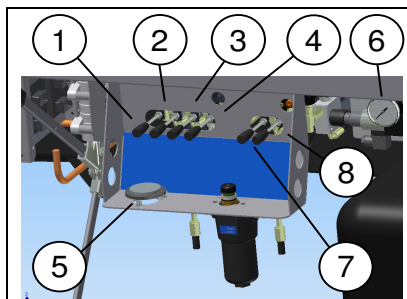

fig. 4.3.4
- Faire sortir les traverses du côté ou des côtés souhaités (*pos. 7-8 fig. 4.3.4*)
- Faire descendre les stabilisateurs en actionnant les leviers de façon alternée (*pos. 1-2-3-4, fig. 4.3.4*). Les actionnant vers le bas pour faire sortir les stabilisateurs et vers le haut pour les faire rentrer. Faire sortir complètement les stabilisateurs afin de soulever le porteur et libérer complètement les suspensions.
- Observer le niveau à bulle (*pos. 5, fig. 4.3.4*) situé sur le côté par rapport aux commandes des stabilisateurs et mettre parfaitement à niveau le véhicule en actionnant les leviers des stabilisateurs de façon appropriée. La machine est parfaitement à niveau lorsque la bulle d'air qui se trouve à l'intérieur de l'indicateur est dans la zone centrale (0°).
- faire rentrer les stabilisateurs jusqu'en fin de course, en actionnant de façon alternée les leviers (*pos. 1-2-3-4 fig. 4.3.4*) et ensuite ceux des traverses (*pos. 7-8 fig. 4.3.4*); si les stabilisateurs verticaux ne sont pas bien fermés, les traverses ne pourront pas rentrer.